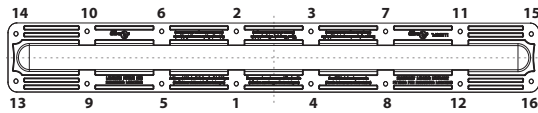

Fig. 1
FR Pour raccorder le câble d'alimentation, ouvrir le boîtier en dévissant les 6 vis du bas comme le montre la Fig. 1.
DE Zum Anschluss des Feldkabels das Gehäuse durch Lösen der 6 unteren Schrauben öffnen, wie in der Abbildung 1 dargestellt.
PT Para ligar o fio de campo, abra o invólucro desparafusando os 6 parafusos inferiores, conforme ilustrado na Fig. 1. Segure a peça de matriz de LED para evitar danos ao mover-se para baixo ao abrir quando os seis parafusos estiverem desencaixados do invólucro. Os parafusos têm uma funcionalidade cativa, pelo que não sairão da peça. O mecanismo de dobradiça irá proteger a suspensão da peça montada de matriz de LED (Fig. 2). Ligue os fios de campo ao bloco de terminais e garanta que o fio está fixo e os parafusos do terminal estão apertados com um binário de 0,6 Nm a 0,8 Nm. Feche a peça de matriz de LED e aperte os parafusos com um binário de 2,5±5% Nm.
RU Чтобы подключить полевой провод, откройте корпус, отвинтив 6 нижних винтов, как показано на рис. 1. Удерживайте светодиодную матрицу, чтобы избежать травм при ее опускании во время открывания, когда все 6 винтов будут отсоединены от корпуса. Винты являются невыпадающими; поэтому они не выпадут из детали. Шарнирный механизм обеспечивает подвеску детали, установленной на светодиодной матрице (рис. 2). Подключите полевые провода к клеммной колодке и убедитесь, что провод закреплен, а зажимные винты затянуты с моментом 0,6-0,8 Нм. Закройте элемент светодиодной решетки и затяните винты с моментом 2,5±5 %Нм.
- 2/ Dévissez les vis du bloc vasque polycarbonate comme illustré à la figure 1. —> **NOTE: LES VIS NE SONT PAS IMPERDABLES, MERCI DE FAIRE ATTENTION!**
- 2/ Die langen Linsenschrauben M4x10, wie unten in der Abbildung 1 gezeigt, lösen. —> **ANMERKUNG: DIE SCHRAUBEN SIND NICHT UNVERLIERBAR, BITTE VORSICHTIG HANDHABEN!**
- 2/Desaperte os parafusos compridos da lente M4x10 como ilustrado abaixo na Fig. 1. —> **NOTA: OS PARAFUSOS NÃO SÃO CATIVOS, PELO QUE DEVE MANUSEÁ-LOS COM CUIDADO!**
- 2/ Отвинтите длинные винты объектива M4x10, как показано на рис. 1. —> **ПРИМЕЧАНИЕ. БУДЬТЕ ОСТОРОЖНЫ, ВИНТЫ МОГУТ ВЫПАСТЬ!**